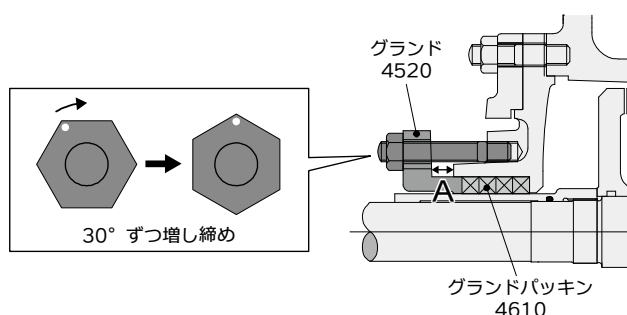

図 4.4-1 グランドの増し締め
経年的な漏れ量の増加に対して、グランド(4520)の増し締めにて調整する場合は、図 4.4-1 のA部分の上下左右の隙間を測りながら、ナットを均等に最大 30° ずつ交互に締め込んで調整して下さい。増し締めを行っても漏れ量が減少しない場合、または過熱する場合は、グランドパッキン(4610)の取り替えを行うか(5.2 項 (5)参照)、パッキンスリーブ(5240)を点検して下さい。